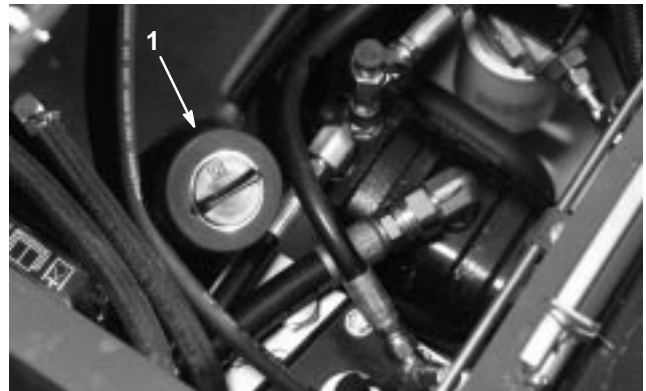

Figure 5
3. Nettoyez la surface autour du goulot et du bouchon de remplissage du réservoir hydraulique (Fig. 5). Enlevez le bouchon du goulot de remplissage.